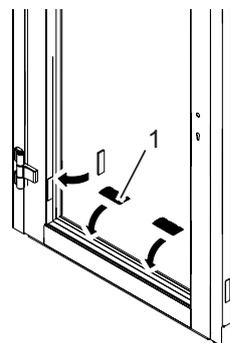

Fig. 34: Placement des cales de vitrage
1. Placer deux cales de vitrage (Fig. 34/1) de chaque côté.